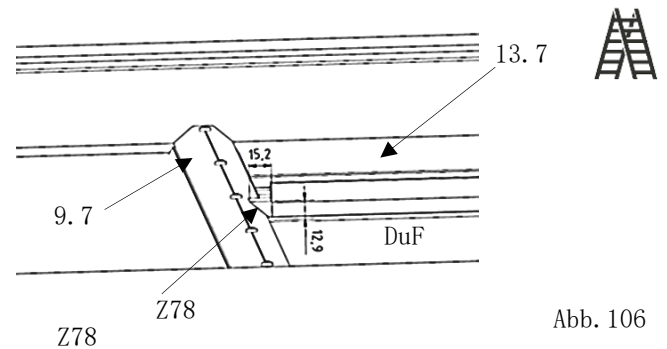

Abb. 106
- vier Abdichtungskeile (Pos. Z78) werden zwischen den Eindeckprofilen (Pos. 9.7) und Querriegel-Stößen (Pos. 13.7) eingebaut. (Abb. 106)
Hinweis: die Maße des Abdeckwinkels dienen zur Einbau-Orientierung siehe Abb. 106